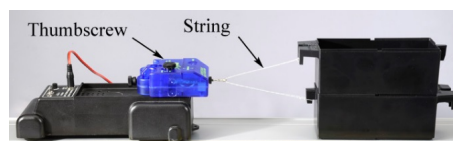

Figura 13.2: Bandejas atadas al sensor de fuerza.
3. Conectar el sensor de fuerza a la entrada P4 y con el destornillador largo, fijarlo al carro como se muestra en la figura 13.2. Colocar el conjunto del sensor del carro en la pista.